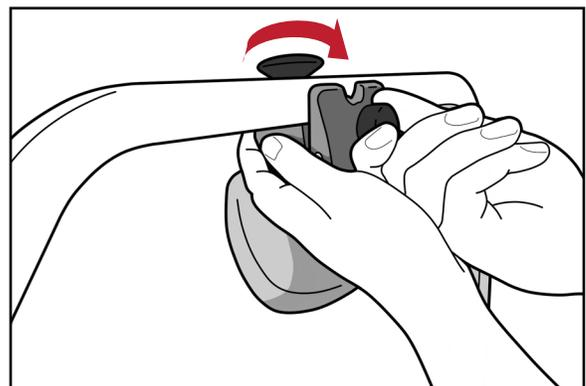

Abb. 4
2. Verriegeln Sie die Kompressionsklemme, indem Sie den Verriegelungsknopf drehen, bis die Klemme fest sitzt (Abb. 4).